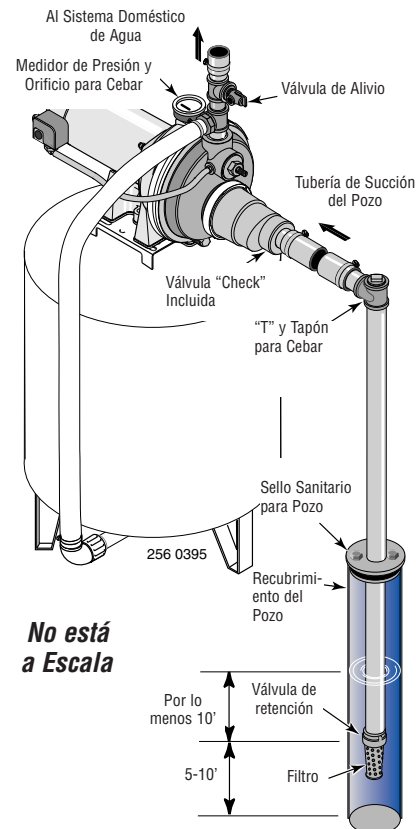

Figura 6: Instalación de Pozo Recubierto
INSTALACION DE POZO RECUBIERTO CON UN RECUBRIMIENTO DE 2" O MAS (Figura 6)
4. Instale la válvula de retención, el filtro y la tubería del pozo (vea la Figura 6). Asegúrese que la válvula de retención funcione libremente.
6. Instale una "T" para cebad, tapón para cebad y la tubería de succión a la bomba (vea la Figura 6). Conecte la tubería del pozo al orificio de succión de la bomba; utilice el menor número de conexiones posible - especialmente codos - ya que las conexiones incrementan la fricción en la tubería. La tubería de succión debe ser por lo menos del mismo tamaño que el orificio de succión en la bomba. Utilice cinta de teflón o un compuesto a base de teflón especial para juntas de tuberías. Soporte la tubería para que no haya inclinaciones verticales o hundimientos en ella a fin de que no ejerza tensión sobre el cuerpo